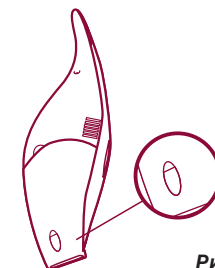

Рис. 9
- Чаще контролируйте уровень жидкости в резервуаре. Специальное смотровое окно на дне резервуара позволяет увидеть, какое количество жидкости было всосано. Держите прибор вертикально, направляя насадку вниз (рис. 9).